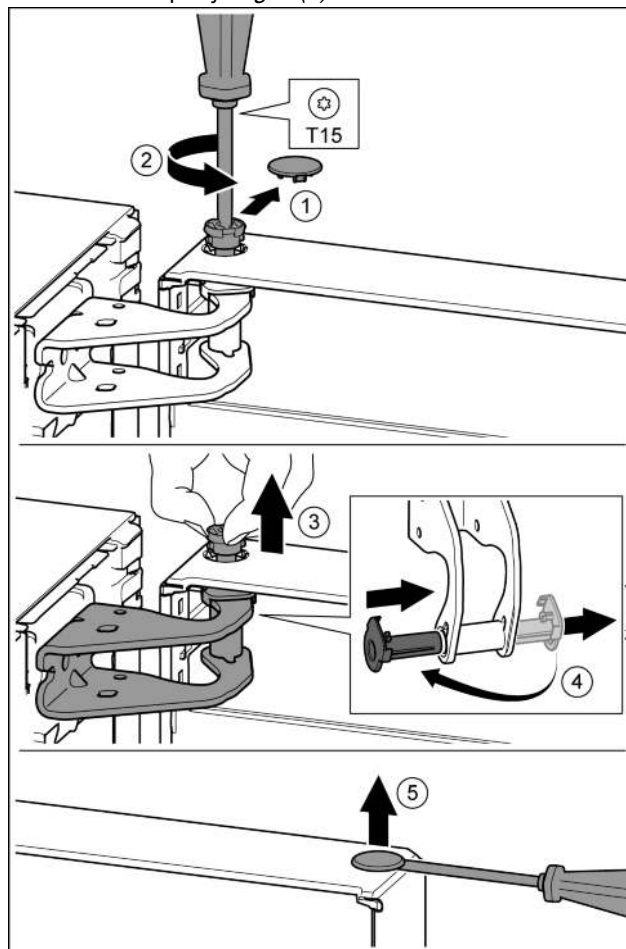

Fig. 10
- Осторожно снять предохранительную крышку. Fig. 10 (1)
- Немного выкрутить палец отверткой Т15. Fig. 10 (2)
- Удерживать дверь и вытянуть палец рукой. Fig. 10 (3)
- Опорную втулку вывести из направляющей. Установить и зафиксировать с другой стороны. Fig. 10 (4)
- Осторожно приподнять шлицевой отверткой заглушку из опорной втулки двери и вынуть. Fig. 10 (5)